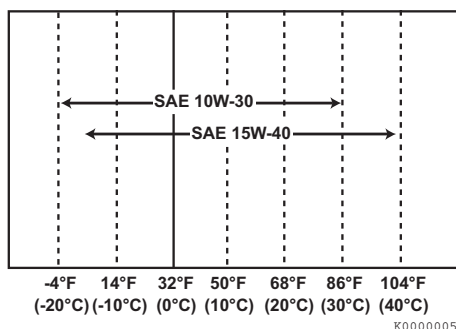

Figure 5
- Selezionare la viscosità dell'olio in base alla temperatura del luogo in cui si utilizza il motore. Fare riferimento alla tabella del grado di viscosità SAE (**Figure 5**).